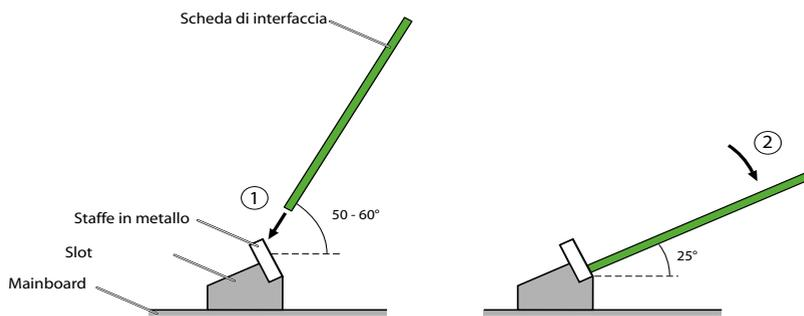

Fig. 23 Inserimento di una scheda di interfaccia
3. Posizionare la scheda di interfaccia leggermente piegata nello slot desiderato (vedi Fig. 23). La parte angolata della scheda di interfaccia deve essere orientata all'indietro (non deve sporgere sullo slot dell'adattatore wiring).